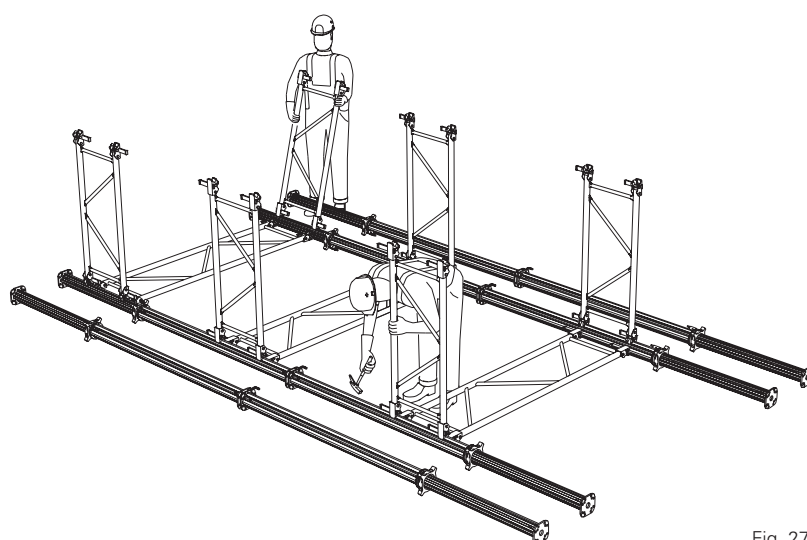

Fig. 27
- Bemærk:** Farven på kilelåsene og kileretningen. **Fig. 27**